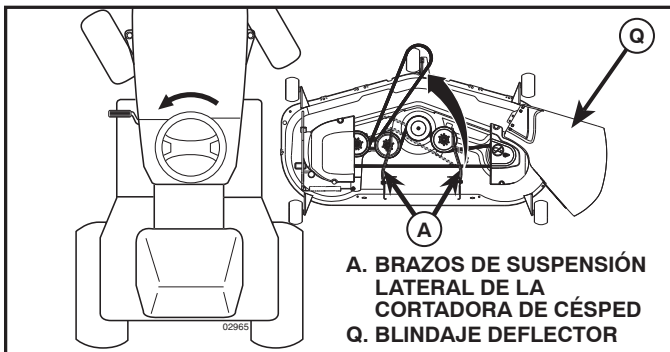

Fig. 24
4. DESLICE LA CORTADORA DE CÉSPED DEBAJO DEL TRACTOR (Vea Fig. 24)